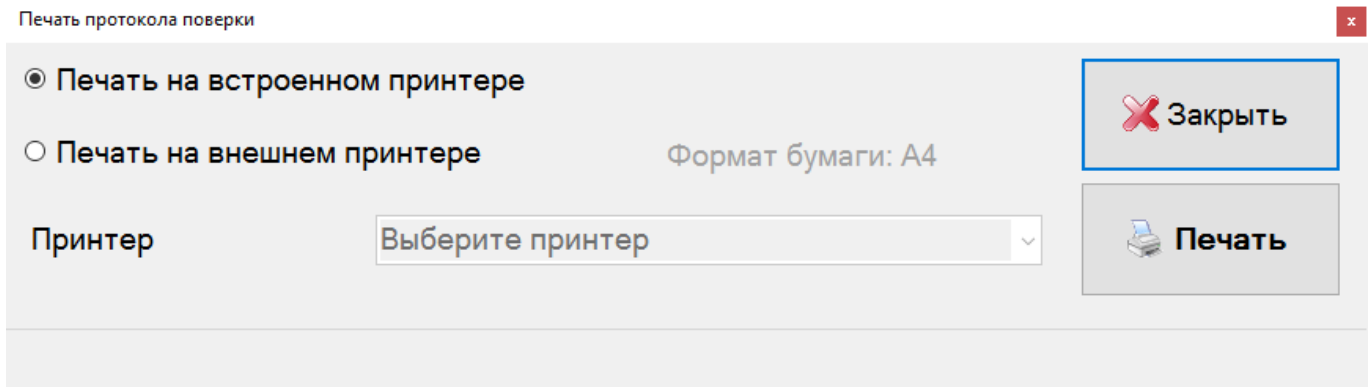

Рисунок 15
16) Для того чтобы распечатать отчет о проведенной проверке необходимо нажать на кнопку «Печать». При этом отображается окно «Печать протокола проверки» с возможностью выбора принтера (рисунок 15, 16).